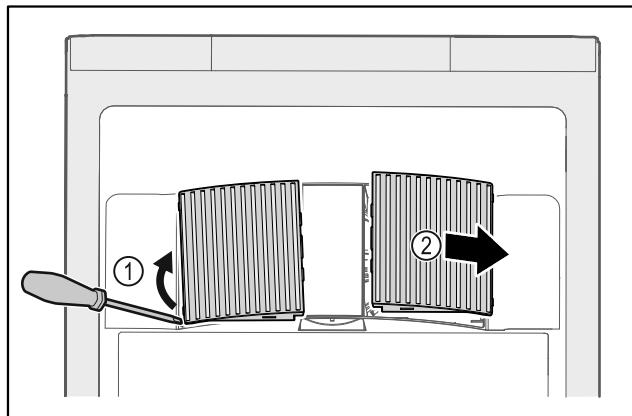

Fig. 148
- Ventiliatoriaus uždangalus atsargiai nukelkite iš šono Fig. 148 (1) ir nuimkite i priekį Fig. 148 (2).